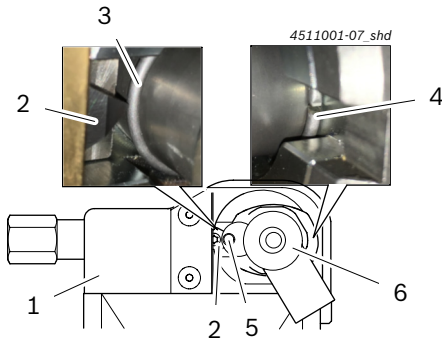

Abb. 8: Richtige Position des Sprenglings
4. Die Öffnung des Sprengrings (Abb. 8, Pos. 4) auf die gegenüberliegende Seite der größten Wandstärke drehen.
- ⇨ Sprengring (Abb. 8, Pos. 3) ist genau auf Höhe der Wendeschneidplatte (Abb. 8, Pos. 2) positioniert.